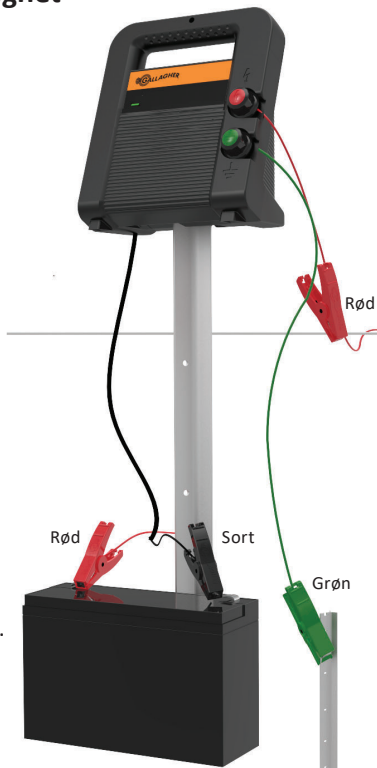

Figure 7
- Tilslut det medfølgende batteri ledningssæt fra spændingsgiveren til batteriet. (Figure 7)